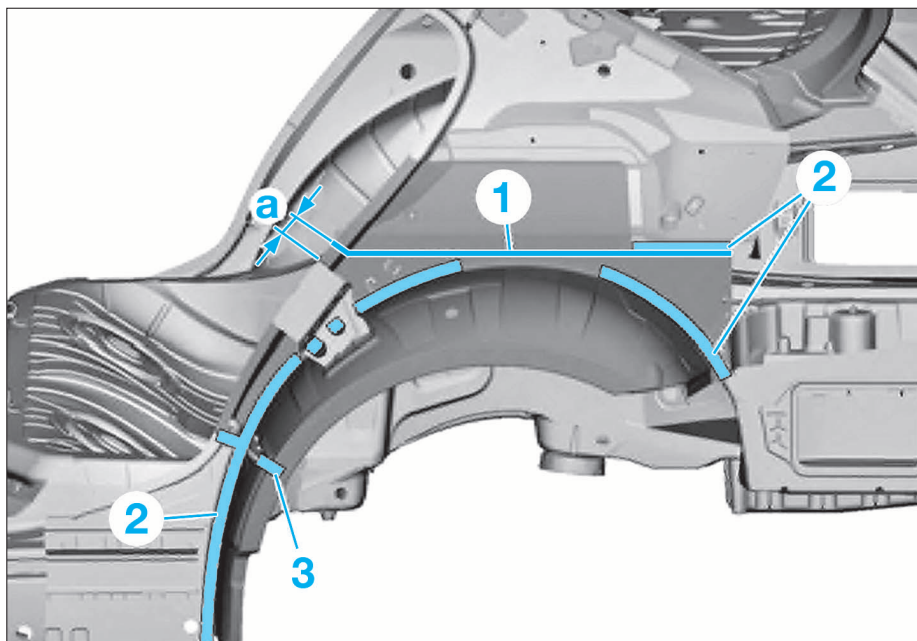

FIG. 28
• Défaire les cordons de soudure dans les zones (2).
• Tracer la ligne de coupe (1) à la cote spécifiée puis effectuer la découpe (Fig.28).